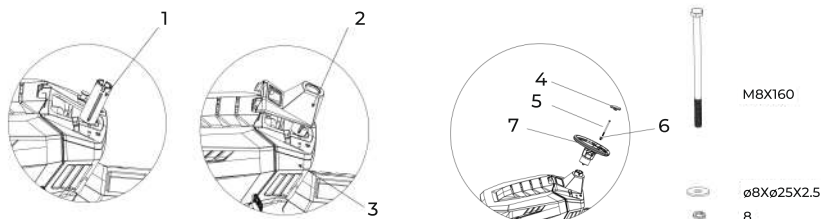

Рис. 3
### 6.2. Установка рулевого колеса (рис. 3)
- Установите муфту (рис. 3, поз 1) на вал.
- Установите нижнюю крышку рулевого колеса (рис. 3, поз 2) на основание (рис. 3, поз 3).
Закрепите рулевое колесо болтом (рис. 3, поз 5) и шайбами (рис. 3, поз 6) (используйте шестигранный ключ из комплектующих инструментов).
- Установите крышку рулевого колеса (рис. 3, поз 4).